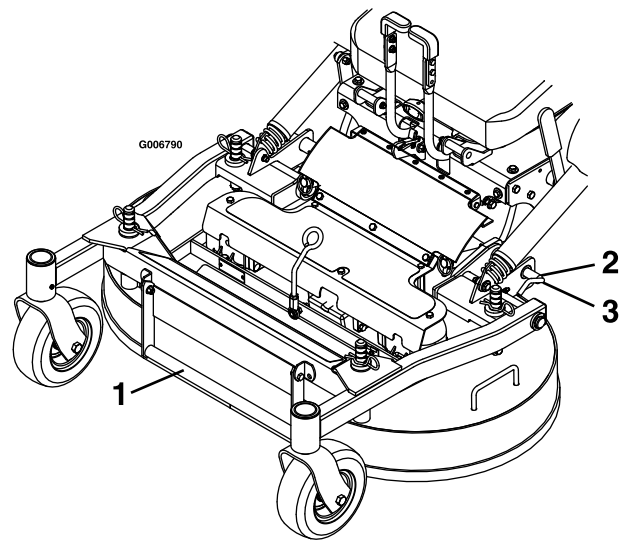

Figura 8
3. Abra los pestillos de bloqueo de la carcasa de corte en cada lado (Figura 8).
2. Empuje hacia dentro los pestillos de bloqueo de la carcasa y gírelos hacia adelante para bloquear la carcasa de corte firmemente en la posición bajada (Figura 8).